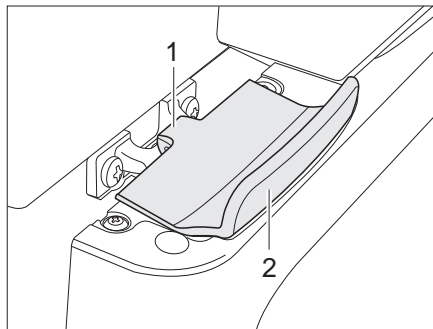

Fig. 234 Bloccaggio della porta del frigorifero, chiuso (Thetford)
- Aprire la porta del frigorifero tirando la maniglia (Fig. 234,2). Il bloccaggio (Fig. 234,1) si sblocca automaticamente.